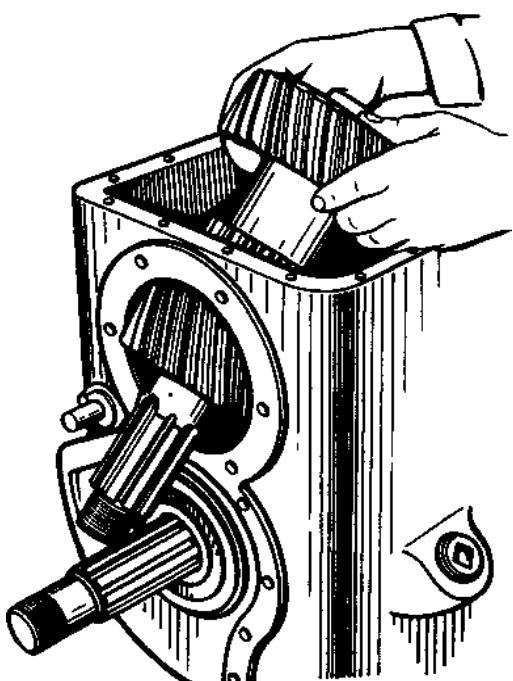

Рис. 12. Извлечение первичного вала
- Подвинуть первичный вал с шестернями в сборе вперед, а затем вынуть его вместе с внутренней обоймой заднего подшипника через верхний люк картера (рис. 12).